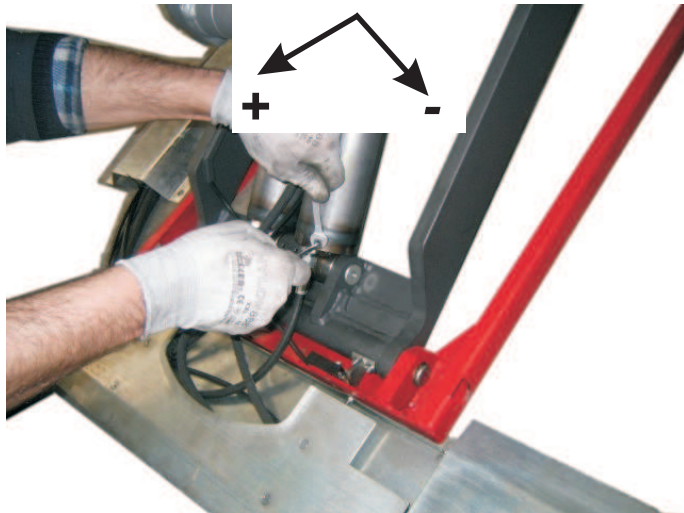

Fig.19 - Abb.19
- 2) Portare l' interruttore generale "2" in posizione "1" fig. 19. Assicurarsi che il motore abbia il giusto senso di rotazione, verificando che il livello dell'olio contenuto nel serbatoio diminuisca fig.17 (in caso contrario invertire le fasi sulla linea di alimentazione elettrica).
- 3) Premere il pulsante di salita "1" in fig.19. fino a quando le pedane arrivano ad un'altezza di circa 1400mm.
- 6) Premere il pulsante salita "1" ed esclusione fine-corsa alto "4" in fig.19 per circa 60 secondi per portare le pedane alla massima altezza e di conseguenza caricare i cilindri e scaricare l'aria presente nel circuito idraulico.
- 2) Move the cut-off switch "2" to "I" position fig.19. Make sure that the motor rotates in the right sense by checking the level of the oil contained in the tank (Fig.17). (failing this, exchange the phases on the feeding line).
- 3) Press the lifting push button (1) (Fig.19) until the platforms reach a height of about 1400mm.
- 6) Press the lifting push button (1) and high cut-out push button (4) (Fig.19) for approximately 60 seconds to take the platforms to the max. height, thus loading the cylinders and discharging the air from the hydraulic circuit.
2) Mettre le commutateur général "2" sur la position "1" (voir fig. 19). S'assurer que le moteur a le bon sens de rotation en vérifiant que le niveau de l'huile contenue dans le réservoir diminue fig. 17 (dans le cas contraire, inverser deux fils de l'alimentation électrique).
3) Pousser le bouton de montée "1" (fig. 19) pour environ 180 sec. jusqu'à ce que les plateformes atteignent la hauteur de 1400 mm.
6) Pousser le bouton de montée "1" et délestage du micro fin de course haut "4" (fig. 19) pour environ 60 sec. pour lever les plateformes à l'auteur max. et, par conséquent, charger les vérins et purger l'air présent dans le système hydraulique.
2) Bringen Sie den Hauptschalter (Abb.19) in Position „1“. Stellen Sie sicher, daß der Motor in die richtige Richtung rotiert, durch Prüfung des Ölstandes im Tank (Abbildung 17)
6) 'AUF'-Knopf "1" und gleichzeitig den Überbrückungsknopf des oberen Hubend Schalters "4" (Abb. 19) während ca. 60 sek. gedrückt halten um die Hubzylinder zu beaufschlagen und das Hydrauliksystem zu entlasten.
2) Poner el interruptor general 2° 4 en posición "1" (fig. 19). Asegurarse que el motor gira en el sentido de rotación correcto, verificando que el nivel de aceite del depósito disminuya. fig. 17
3) Pulsar el botón de subida "1" en fig.19 hasta cuando las plataformas llegan a una altura de más o menos 1400mm.
6) Pulsar el botón de subida "1" y exclusión final de carrera alto "4" en fig.19 para más o menos 60 segundos para llevar las plataformas a la máxima altura y de consecuencia cargar los cilindros y descargar el aire presente en el circuito hidráulico.
- regolazione velocità di chiusura completa delle pedane (i cilindri P1 sono dotati di sistema frenante registrabile che permette la regolazione della velocità di chiusura fig. 19)
- descent speed adjustment (please note that P1-rams are equipped with a descent speed adjustment system that allows to slow down the descent speed on the last portion of the descent travel to the zero position, see fig. 19).
- réglage vitesse de fermeture complète des plateaux (les vérins P1 sont équipés de ralentisseur réglable qui permet de régler la vitesse de fermeture fig.19)
- Abwärtsfahrt-Abbremsystem (bitte beachten Sie, dass beide mit 'P1' bezeichneten Zylinder mit einem hydr. Bremssystem ausgestattet sind, der das sanfte einfahren in die Null-Stellung erlaubt, siehe Abb. 19).
- regulación velocidad de la bajada completa de las plataformas (los cilindros P1 están predispuestos con sistema frenado registrable qui permite la regulación de la velocidad de bajada fig.19)